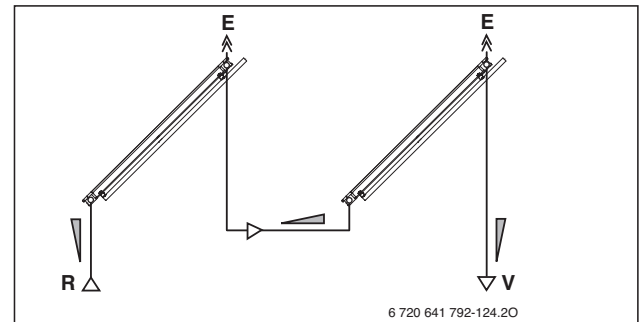

Bild 173 Hydraulikschema mit Entlüfter pro Kollektorreihe am Beispiel Flachdachmontage (Reihenschaltung)
- ▶ Für jede Reihe einen Entlüfter einplanen (→ Bild 173).